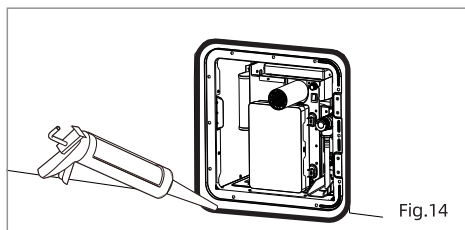

Fig.14
3. Appliquez une quantité généreuse de scellant autour du cadre de la porte pour combler tout espace sur le mur du VR. (Fig.14) Essayez tout excès du scellant.